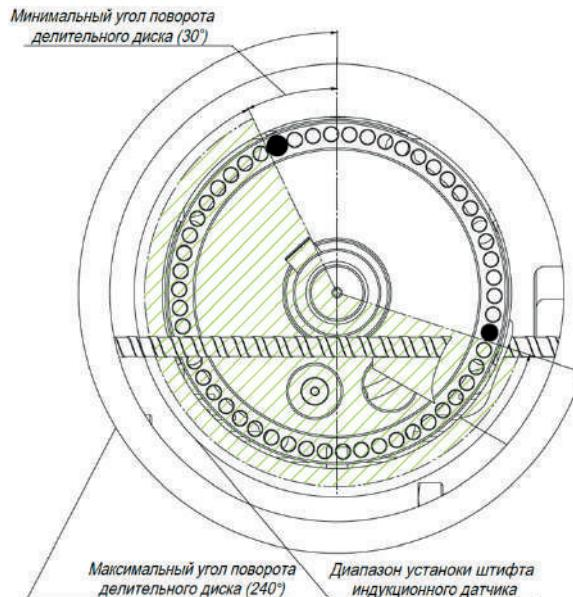

Рис. 6. Схема установки штифта индукционного датчика возврата
- установите штифт индукционного датчика возврата в одно из отверстий на диске в допустимом диапазоне (см. рис. 6);
- как только штифт датчика возврата достигнет датчика возврата, что будет соответствовать требуемому углу изгиба, диск начнёт вращаться в обратном направлении, пока не займёт начальное положение. При необходимости корректировки угла переставьте штифт в указанном диапазоне (см. рис. 6);
- вставьте штифт концевого выключателя в отверстие для штифта на поворотном диске, находящееся в указанном диапазоне (уголгиба арматуры варьируется от 30° до 240° (см. рис. 6)) во избежание травм и поломок станка;